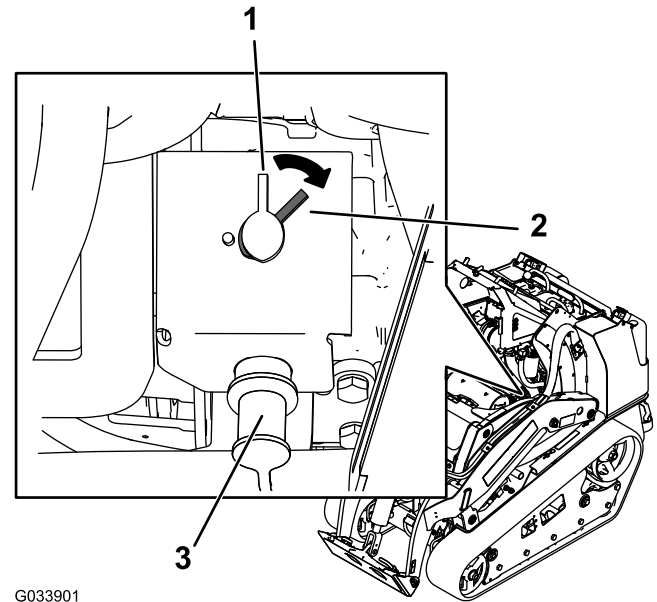

Figura 48
de la batería en sentido horario a la posición de ENCENDIDO (Figura 48).
- Para que la máquina deje de recibir energía eléctrica, gire el interruptor de desconexión de la batería en sentido antihorario a la posición de APAGADO (Figura 48).